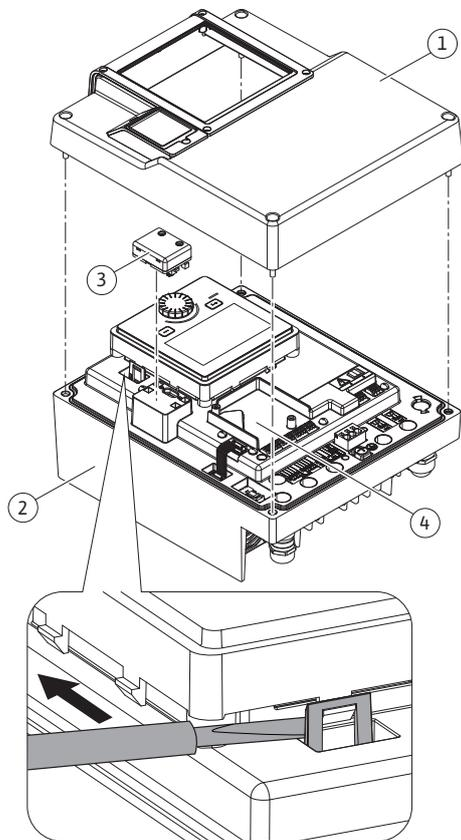
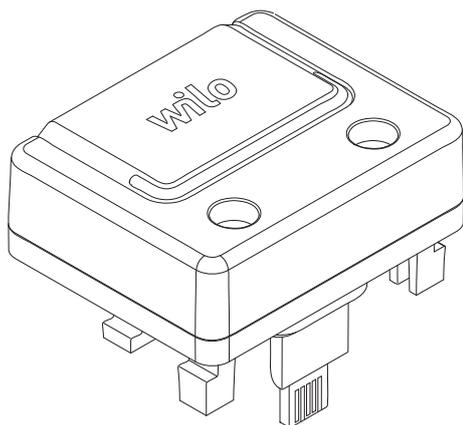

Fig. 26: Ηλεκτρονική μονάδα
Fig. 27: Wilo-Smart στοιχείο Connect BT
Η διεπαφή Bluetooth Wilo-Smart Connect module BT (Fig. 26, θέση 3 και Fig. 27) εξυπηρετεί στη σύνδεση σε φορητά τερματικά όπως smartphone και tablet. Στην εφαρμογή Wilo-Assistant App υπάρχει η λειτουργία Wilo-Smart Connect. Με τη λειτουργία Wilo-Smart Connect μπορείτε να χειριστείτε και να ρυθμίσετε την αντλία και να διαβάσετε τα στοιχεία αντλιών. Για τις ρυθμίσεις βλέπε κεφάλαιο "Εκκίνηση λειτουργίας" [► 48].
1. Ξεβιδώστε τέσσερις βίδες του επάνω τμήματος της ηλεκτρονικής μονάδας (Fig. 26, θέση 1 - Fig. 1, θέση 2).
3. Τοποθετήστε το στοιχείο BT Wilo-Smart Connect στην προβλεπόμενη διεπαφή Wilo-Connectivity Interface. Βλέπε Fig. 26, θέση 3.
Τα στοιχεία CIF (παρελκόμενα) εξυπηρετούν την επικοινωνία μεταξύ αντλιών και συστήματος διαχείρισης κτιρίων. Τα στοιχεία CIF τοποθετούνται στην ηλεκτρονική μονάδα (Fig. 26, θέση 4)